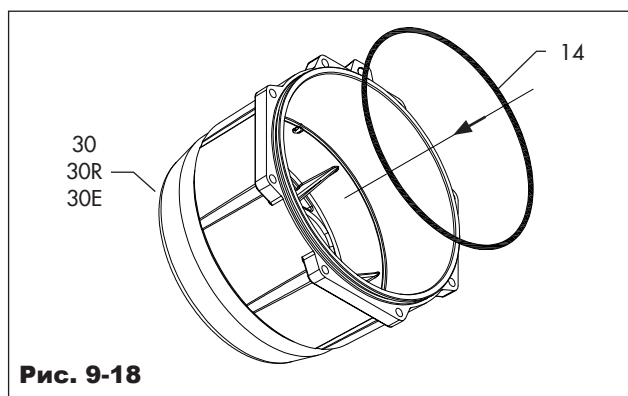

Рис. 9-18
- Поместите уплотнительное кольцо торцевых крышек (14) в канавку, как показано на рис. 9-18, убедившись, что уплотнительное кольцо надежно вставлено в гнездо.